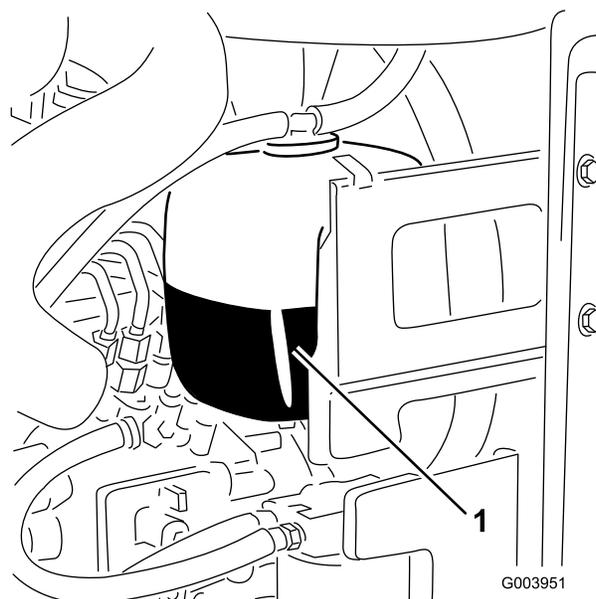

Figure 32
- Vérifiez le niveau du liquide de refroidissement dans le vase d'expansion (Figure 32).